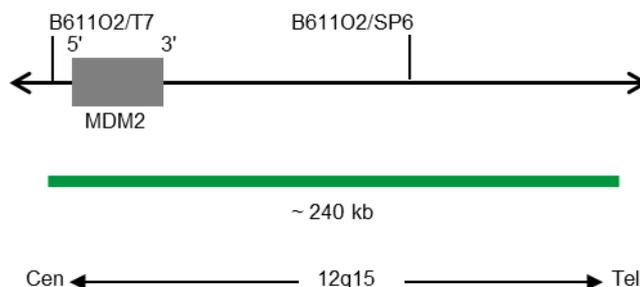

Fig. 1 : Carte de la sonde SPEC MDM2 (pas à l'échelle)
- Polynucléotides marqués à la digoxigénine (~1,1 ng/ μ l), qui ciblent des séquences cartographiées en 12q15* (chr12:69,190,708-69,430,185) hébergeant la région du gène MDM2 (voir Fig. 1).